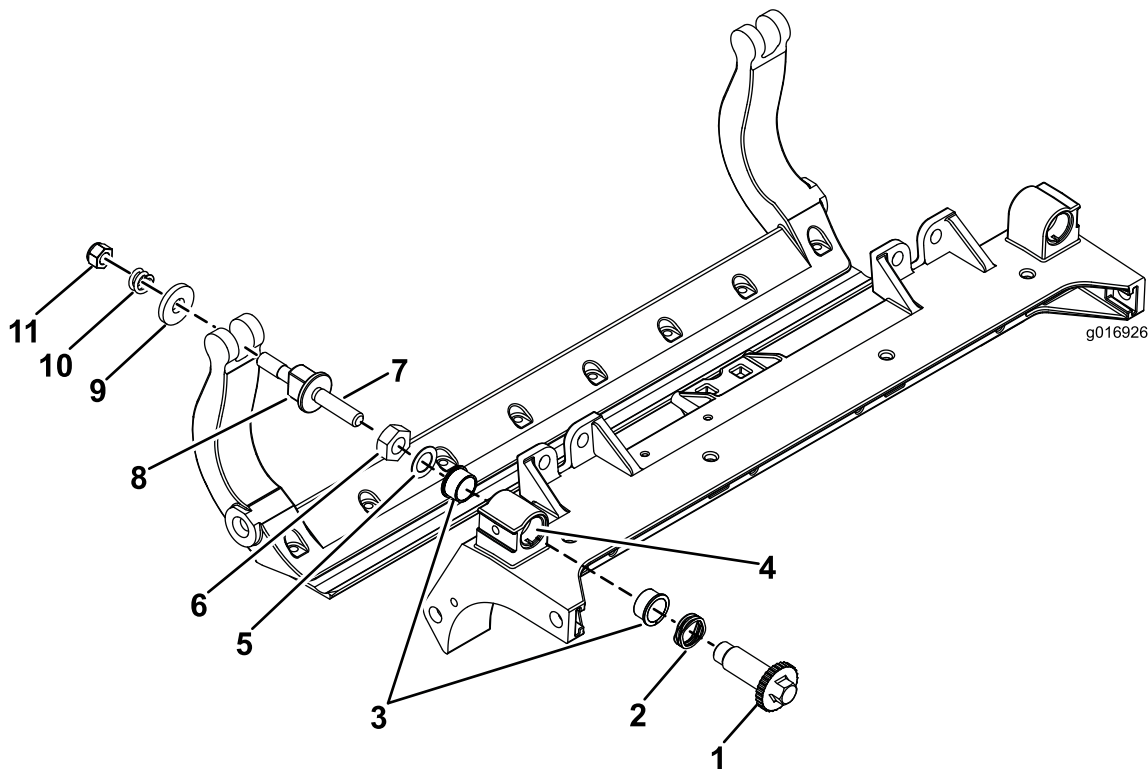

图 42
1. 拆除所有零件请参阅 HD DPA 套件 安装说明和 图 42。
2. 将防粘剂涂抹到滚刀组中心机架图 42的轴套区内侧。
3. 将凸缘轴套上的键与机架的槽对准然后安装轴套图 42。
4. 将一个波形垫圈安装到调节器轴上然后将调节器轴滑入滚刀组机架中的凸缘轴套内图 42。
5. 使用扁平垫圈和锁紧螺母固定调节器轴图 42。
12. 在两个尼龙垫圈的外侧各放一个钢垫圈图 42。
**注意** 内侧的垫圈可能有空隙图 42。
15. 旋紧每个底刀架调节器总成上的螺母直到加压弹簧完全压缩然后往回松开 1/2 圈图 42。